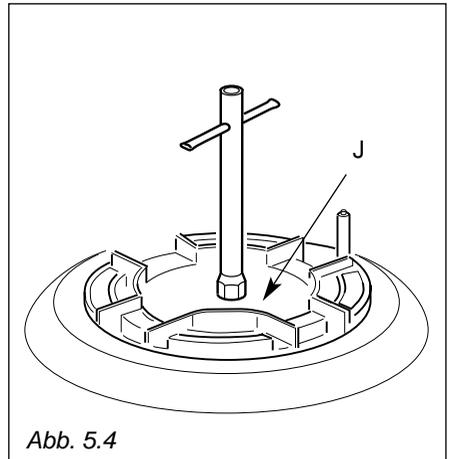

Abb. 5.4
**Für Hähne mit Stellschraube in der Stange (Abb. 5.4):**